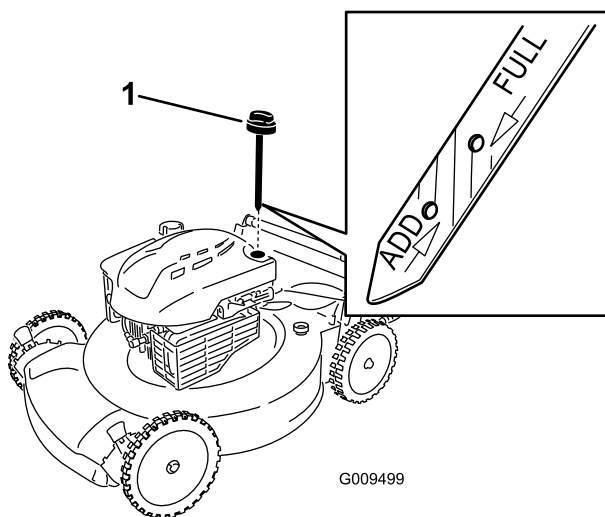

Figure 11
2. Retirez la jauge (Figure 11).
5. Sortez de nouveau la jauge et vérifiez le niveau d'huile ; voir Figure 11.